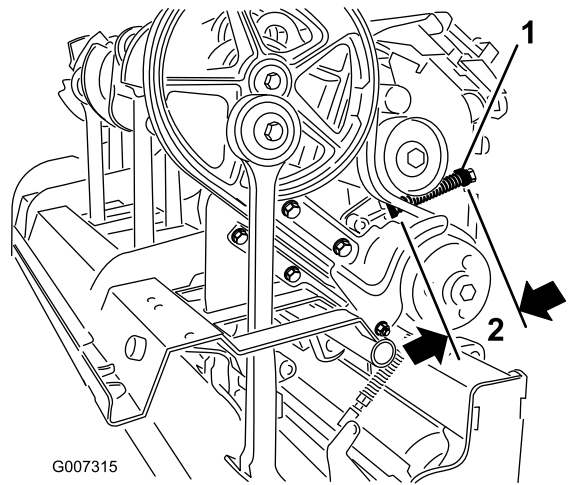

Figura 30
- C. Afloje la contratuerca que sujeta el retenedor del muelle (Figura 30).
- D. Ajuste el retenedor del muelle para conseguir la longitud necesaria del muelle comprimido (Figura 30).